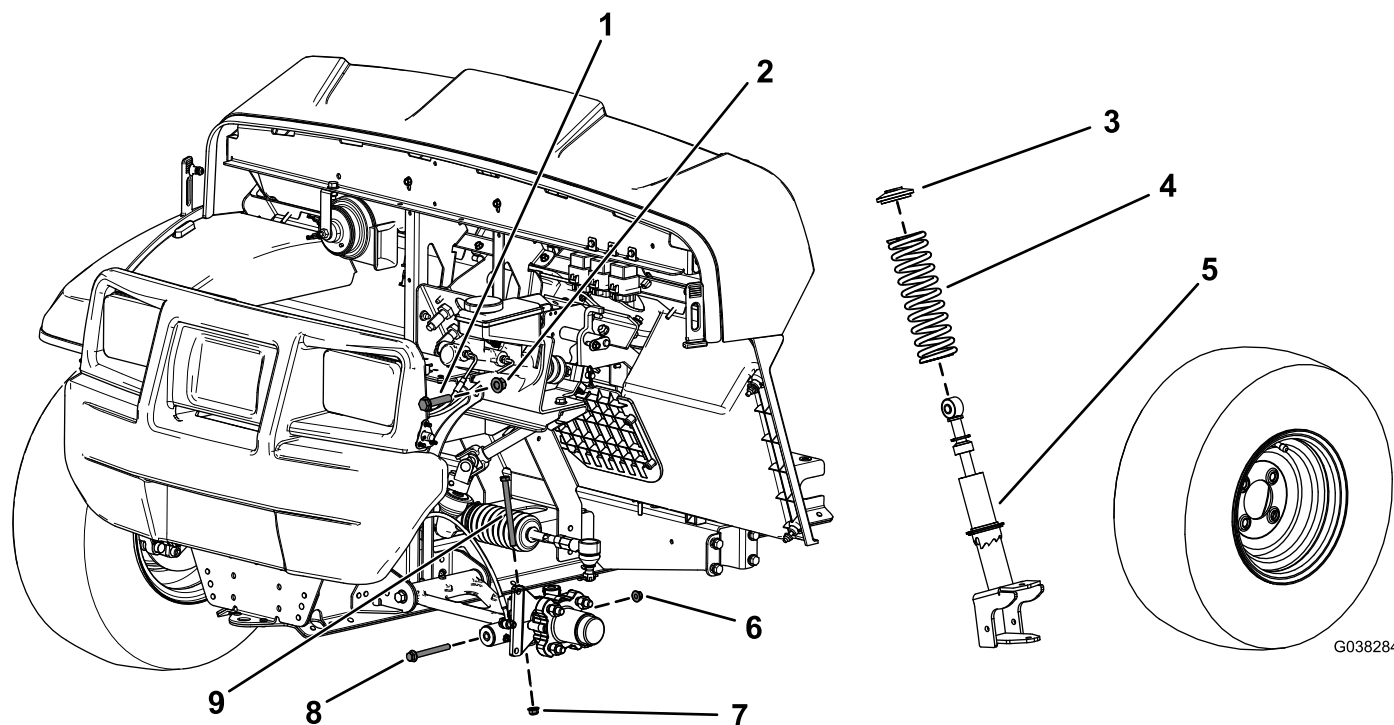

Figura 1
2. Retire o parafuso de cabeça sextavada ($\frac{3}{8}$ x $4\frac{3}{4}$ pol.) e porca flangeada ($\frac{3}{8}$ pol.) do eixo (Figura 1).
3. Retire o parafuso de cabeça sextavada ($\frac{3}{8}$ x $3\frac{1}{2}$ pol.) e porca flangeada ($\frac{3}{8}$ pol.) do braço de controlo (Figura 1).
4. Retire o parafuso de cabeça sextavada ($\frac{1}{2}$ x $2\frac{1}{4}$ pol.) e porca de bloqueio ($\frac{1}{2}$ pol.) que prende o conjunto do suporte à estrutura superior (Figura 1).
5. Remova o conjunto do suporte (Figura 1).
3. Remova a mola do conjunto do suporte (Figura 1).
4. Instale a nova mola no conjunto do suporte existente (Figura 1).
2. Prenda a parte superior do conjunto do suporte na estrutura com o parafuso de cabeça sextavada superior ($\frac{1}{2}$ x $2\frac{1}{4}$ pol.) e uma porca de bloqueio ($\frac{1}{2}$ pol.) como se mostra na Figura 1.
4. Instale o parafuso de cabeça sextavada ($\frac{3}{8}$ x $4\frac{3}{4}$ pol.) e porca flangeada ($\frac{3}{8}$ pol.) no eixo (Figura 1).
6. Prenda a parte inferior do conjunto do suporte no braço de controlo utilizando o parafuso de cabeça sextavada ($\frac{3}{8}$ pol. x $3\frac{1}{2}$ pol.) e uma porca flangeada ($\frac{3}{8}$ pol.) como se mostra na Figura 1.